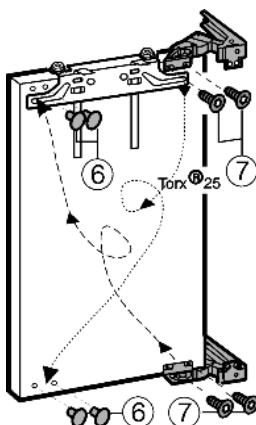

Fig. 5
- ▶ Отвинтите шарниры от двери Fig. 5 (7), поменяйте их местами по диагонали и **прикрутите (с моментом 4 Нм)**.
- ▶ Закройте образовавшиеся крепежные отверстия прилагаемыми пробками Fig. 5 (6).